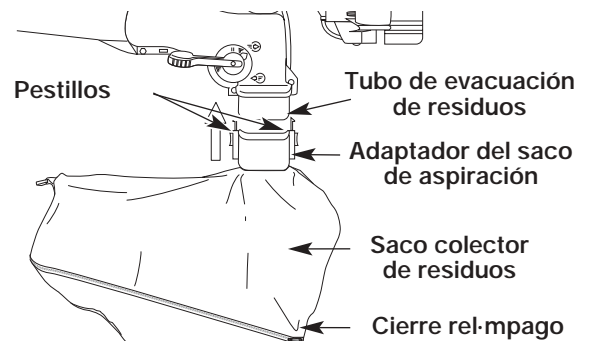

Fig. 4
2. Haga deslizar el adaptador del saco colector de residuos sobre el tubo de evacuación del deflector. Empuje el adaptador para activar los pestillos que se encuentran a ambos lados y sujetar el saco a la máquina (Fig. 4).